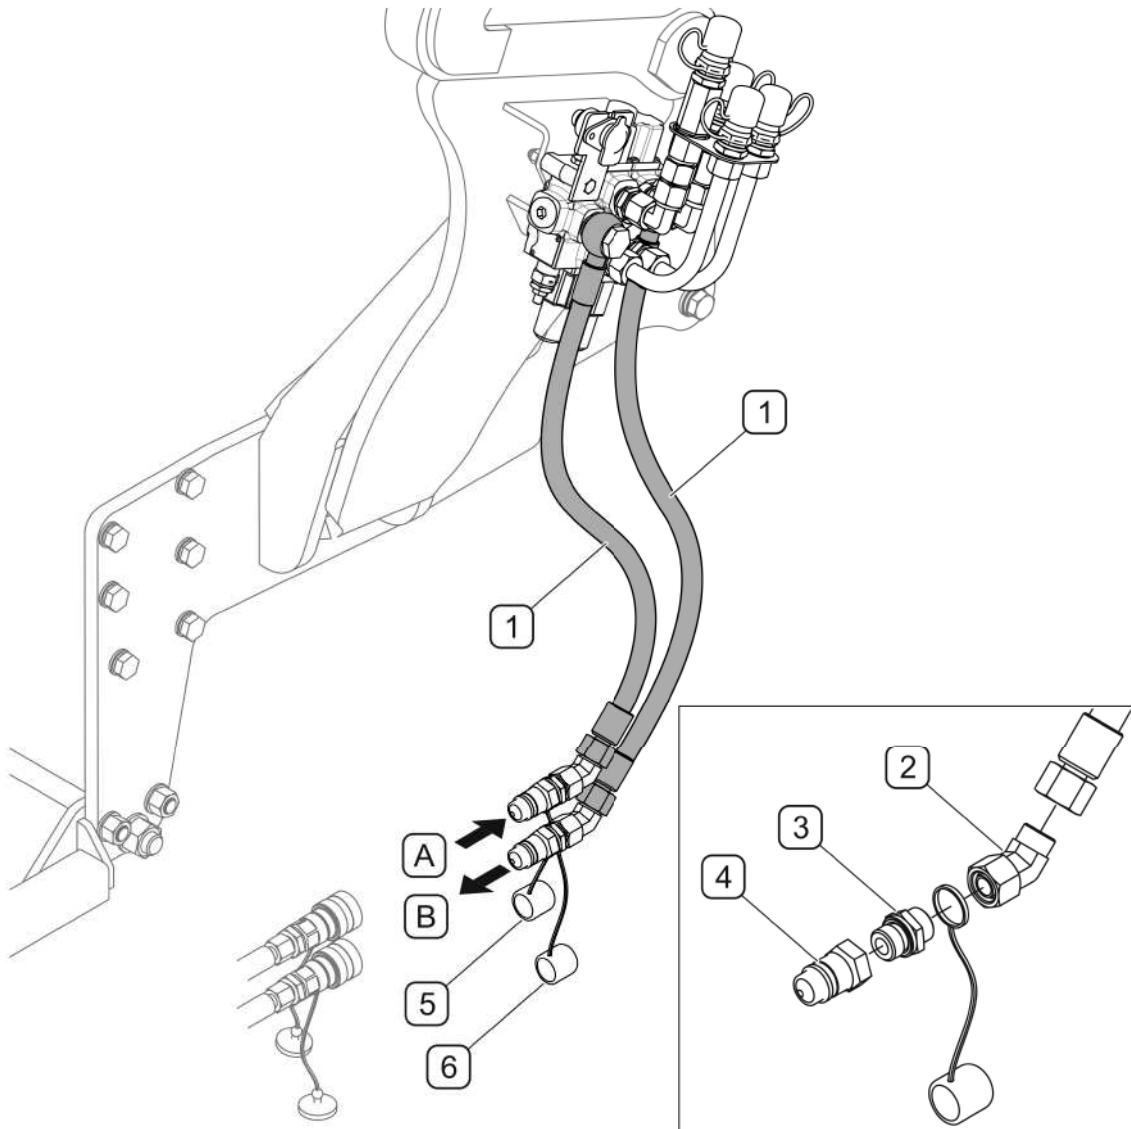

РИСУНОК 4.9 А Присоединение распределителя к гидравлической системе трактора Zefir 40/40K
(1)- гидропровода 181N-01020300; (2)- регулируемое колено EV15LOMDCF;
(3)- корпус соединительной муфты GE15LREDOMDCF; (4)- быстроразъемный штекер NV 12 GAS M; (5)- колпачок черный TF 12N; (6)- колпачок красный TF 12R
В тракторах Zefir 40/40K распределитель управления погрузчиком нужно присоединить (РИСУНОК 4.9 А) при помощи гибких гидропроводов (1) к передней правой паре быстроразъемных гидросоединений трактора.